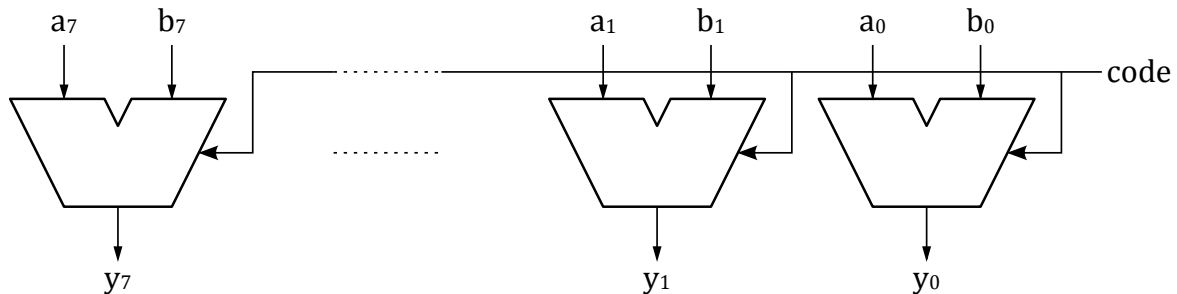

Abbildung 1 - Logische Einheit LU
Die Abbildung 1 zeigt die Schaltung einer Logischen Einheit (LU) eines Mikroprozessors. Die logische Operationen werden Bit für Bit durchgeführt. Acht dieser Blöcke bilden eine 8-bit LU.
Implementieren Sie die Schaltung der LU von Abbildung 1. Einige Schaltungselemente sind bereits im Block **ALU/LU1** vorhanden. Vervollständigen Sie die fehlende Eingangsverbindung des Multiplexers, die entweder mit einem logischen "0" oder einem logischen "1" verbunden sein soll. Diese Werte können durch die Elemente **gates/logic0** bzw. **gates/logic1** erzeugt werden.